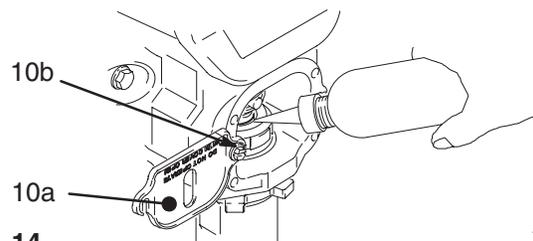

Fig. 14
7. Fig. 14. Remplir l'écrou de presse-étoupe de liquide d'étanchéité TSL Graco jusqu'à ce que le liquide déborde par dessus le joint.